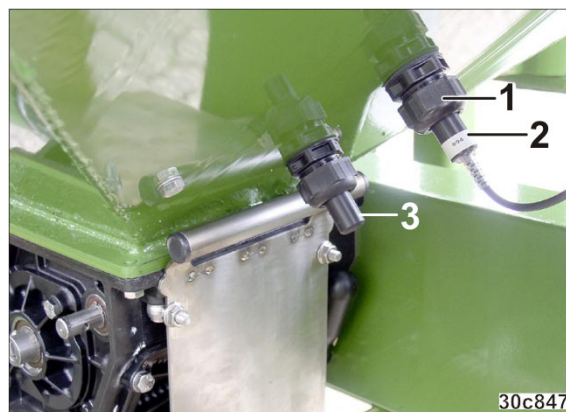

Рис. 176
2. Ослабьте гайку (Рис. 176/1).
3. Извлеките датчик уровня (Рис. 176/2), вставьте его в соответствующее крепление и зажмите.
4. Вставьте заглушку (Рис. 176/3), которая не влияет на работу, в освободившееся отверстие и затяните ее.